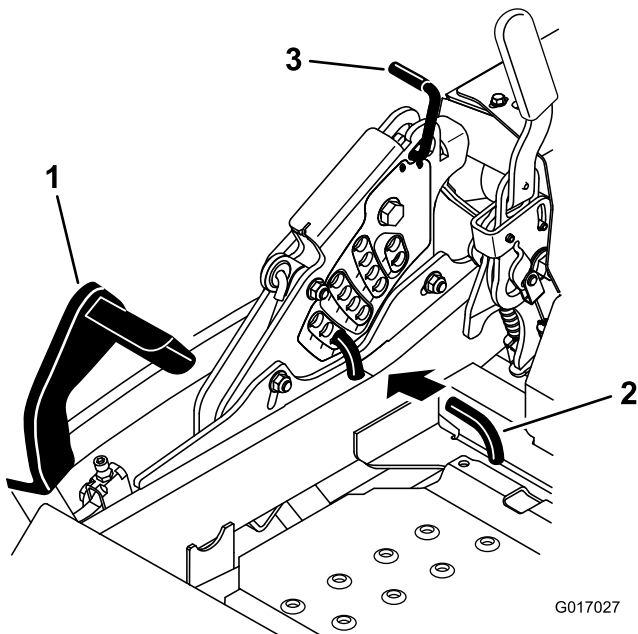

Figura 25
2. Pise el pedal de elevación de la carcasa y eleve la carcasa a la posición de transporte (que es también la posición de altura de corte de 140 mm) (Figura 25).
3. Para ajustar la altura de corte, gire el pasador 90 grados y retire el pasador del soporte de altura de corte (Figura 25).
4. Seleccione el taladro del soporte de altura de corte que corresponde a la altura de corte deseada, e inserte el pasador (Figura 25).